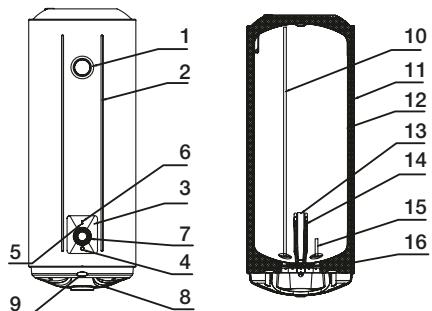

Рис. 1
После подключения к источнику питания начнется нагрев в режиме 750 Вт (1200 Вт). Когда горит индикатор «Full power», значит включен режим полной мощности. Режим мощности регулируется нажатием кнопки «P» (рис. 1, п.4), одновременно будет гореть лампочка нагрева (рис. 1, п.5) и индикатор полной мощности (рис. 1, п.6).
2. Режим половинной мощности выполняет нагрев в режиме энергосбережения; функция быстрого нагрева осуществляется в режиме полной мощности. С помощью ручки регулятора нагрева (рис. 1, п.7) установите требуемый уровень нагрева воды в диапазоне от min до max. Степень нагрева воды будет отображаться на шкале термометра (рис. 1, п.1). Режим «ECO» - экономичный режим, на шкале нагрева соответствует температуре 50-55°C. Нагрев воды отключается автоматически и включается для подогрева автоматически.